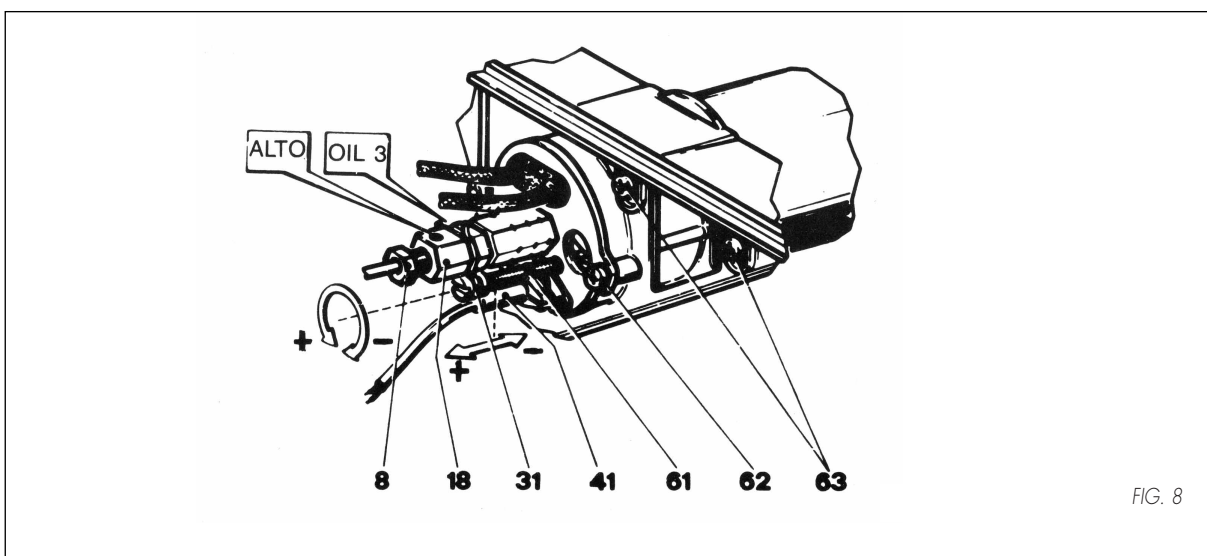

FIG. 8
**D****EINSTELLUNG DER LUFTMENGE AM DÜSENHALTER (ABB. 8).**